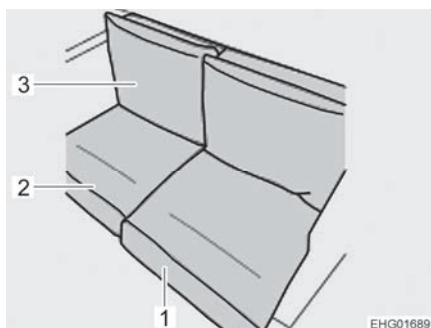

Fig. 44 Banquette
- Fixer le coussin de dossier (Fig. 44,3) et le coussin d'assise (Fig. 44,1 et 2).
- Installer le coussin de dossier (Fig. 44,3) et le coussin d'assise (Fig. 44,1 et 2).